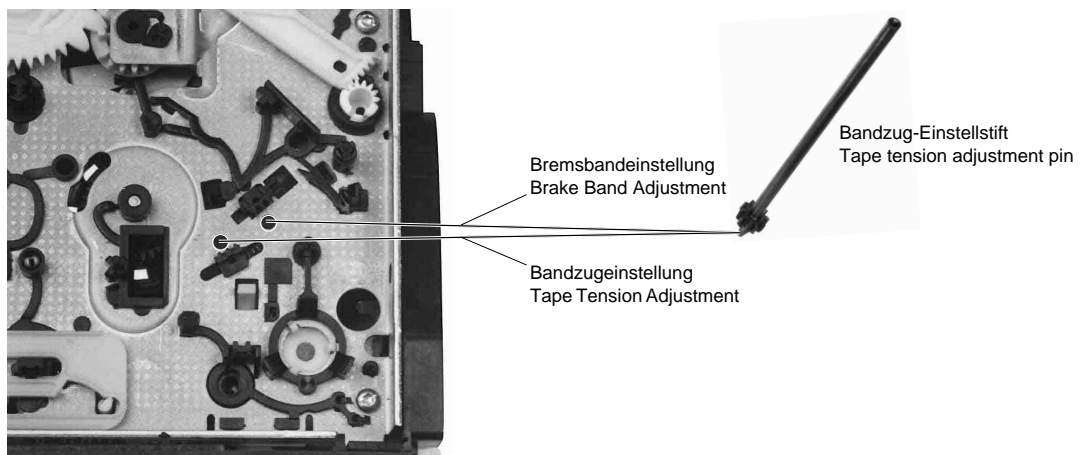
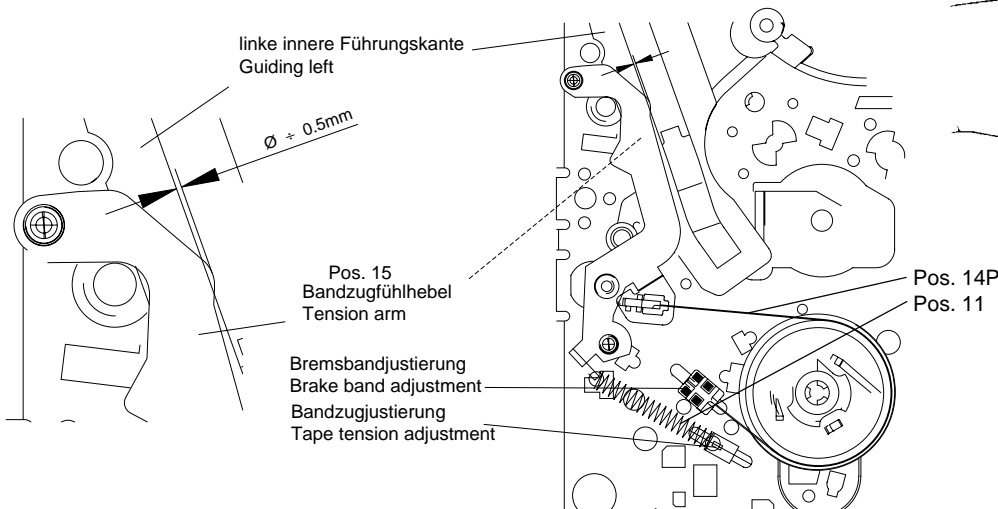

Fig. 26
Fig. 27
- Mittels Bandzug-Einstellwerkzeug (von der Unterseite des Laufwerks, Fig. 26) das Bremsband (Fig. 27, Pos. 14P) so einstellen, daß die Nase des Bandzugfühlers (Pos. 15) deckungsgleich mit der linken inneren Führungskante der Führung links ist (Fig. 27).
- Mit dem Bandzug-Einstellwerkzeug die Feder (Fig. 27, Pos.11) auf einen Bandzug von  $0,24N \pm 0,02N$  ( $24g \pm 2g$ ) einstellen (Fig. 27).
- Adjust the brake band (Fig. 27, Pos. 14P) by means of the tape tension adjusting tool (from the underside of the tape deck, Fig. 26) so that the edge of the elbow of the tape tension arm (Pos. 15) overlaps with the left inner edge of the left guide (see Fig. 27).
- Adjust the spring (Fig. 27, pos.11) to a tape tension of  $0.24N \pm 0.02N$  ( $24g \pm 2g$ ) by means of the tape tension adjustment tool (Fig. 27).